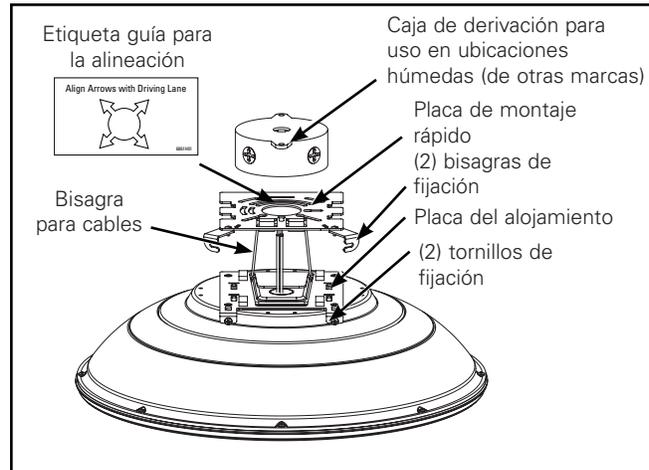

Figura 3.
Alinee la placa de montaje rápido con la caja de conexiones, de modo que las flechas queden alineadas con los carriles de circulación del garaje para estacionamiento (Figura 3). La dirección de las flechas debe coincidir con la dirección de tránsito.
3. Desenganche la placa de montaje rápido de la bisagra para cables (Figura 3).
4. Instale la placa de montaje rápido en una caja de conexiones para lugares húmedos (proporcionada por terceros) utilizando el hardware incluido (tornillos n.º 8-32 x 3/4" o n.º 6-32 x 3/4"). Consulte la guía de alineación en estas instrucciones y las flechas de alineación en la etiqueta de la placa de montaje rápido (Figura 3).